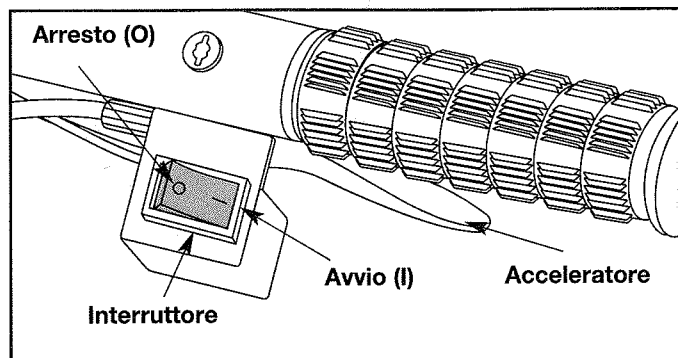
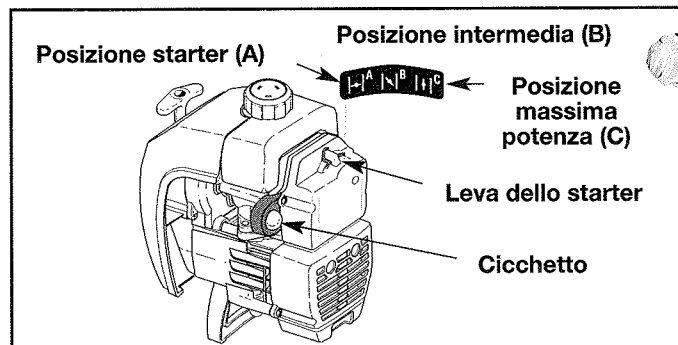

Fig. 15
Fig. 16
2. Mettere l'interruttore in posizione Avvio [I] (Fig. 15).
3. Premere e rilasciare lentamente da 5 a 7 volte il cicchetto. Il carburante deve apparire nel cicchetto (Fig. 16), se non passa premere altre tre volte fino a quando non appare.
4. Porre la leva dello starter in posizione starter (A) (Fig. 16).
6. Porre la leva dello starter in posizione intermedia (B) (Fig. 16).
9. Premere l'acceleratore in modo tale che il motore si scaldi per almeno 5/10 secondi. Porre la leva dello starter in posizione di massima potenza (C) (Fig. 16).
NOTA: Non è necessario utilizzare lo starter per avviare un motore caldo. Mettere l'interruttore in posizione Avvio [I] (Fig. 15) ed avviare in posizione intermedia (B) (Fig. 16).
2. Mettere l'interruttore in posizione Arresto [O] (Fig. 15).